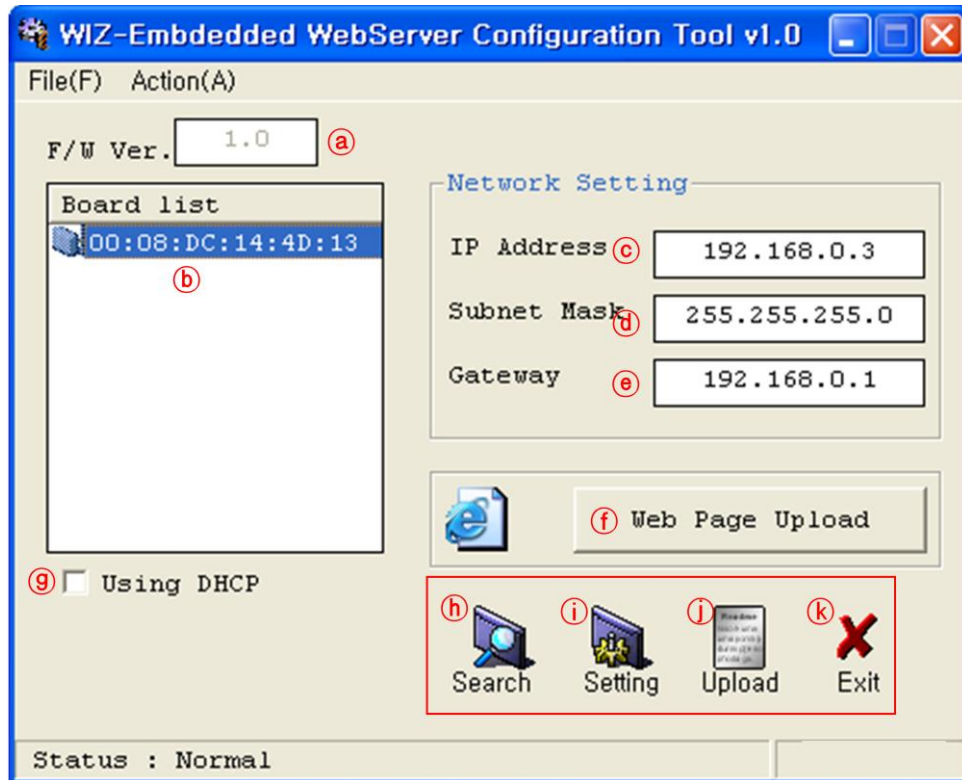

Figure 11. Configuration Tool
④ Figure 11과 같은 화면이 나타나면, 업로드를 위한 Binary 파일을 선택하고 “열기”버튼을 클릭합니다.